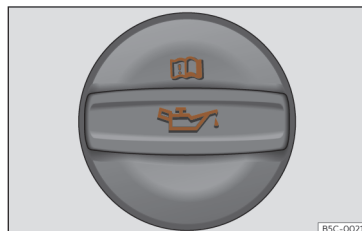

Fig. 224 Tampa do bocal de enchimento do óleo do motor no compartimento do motor.
- Localize o bocal de enchimento do óleo do motor. Reconhece-se pelo símbolo  que existe sobre a tampa >>> **Fig. 224.**
- Desenrosque a tampa do bocal de enchimento do óleo do motor >>> **Fig. 224.**